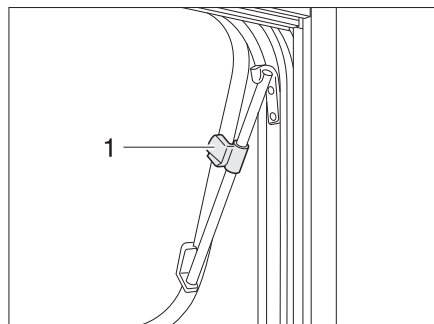

Bild 65 Överkantshängt fönster med drivspärrar, öppet
- Öppna det överkantshängda fönstret till önskad ställning och fäst med ratten (Bild 65,1).
- Vrid på ratten (Bild 65,1) tills spärren lossas.